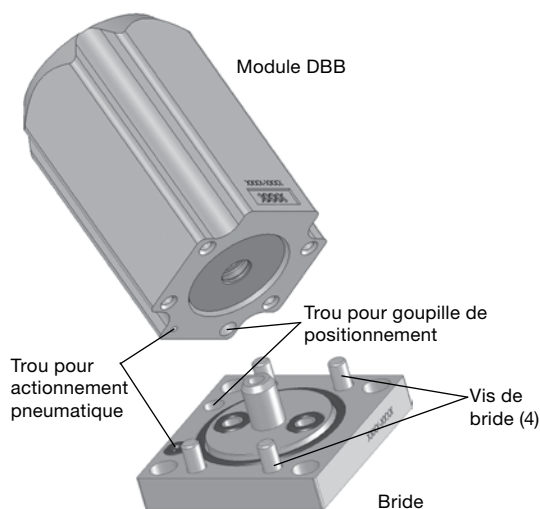

Fig. 6
3. Alignez les trous destinés à l'**entrée d'air** et à la **goupille de positionnement** de la nouvelle **bride** avec les trous correspondants situés sur la base du module DBB. Voir la figure 6.